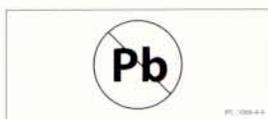

Рис.4
3.9. Символ Pb-Free. Символ, который может использоваться вместо фразы Pb-Free (рис. 4).